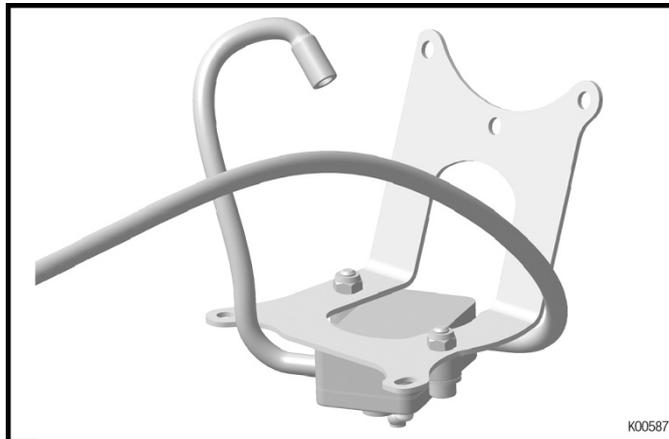

Fig. 1
- ➡ ブラケット、防振ゴム、燃料ポンプ、燃料ホース（230mm と 1800mm）は組付けられております *Fig. 1* 参照。